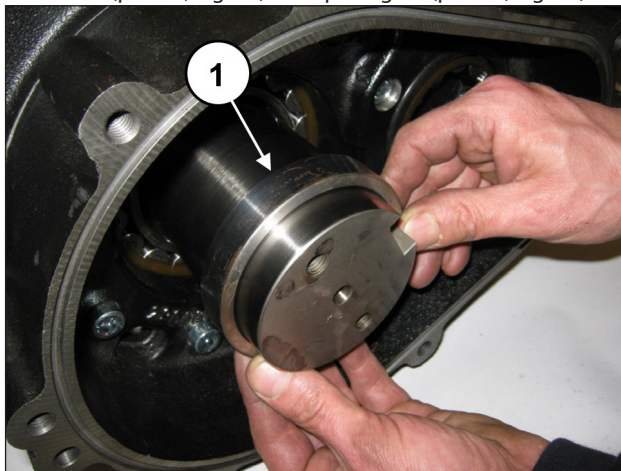
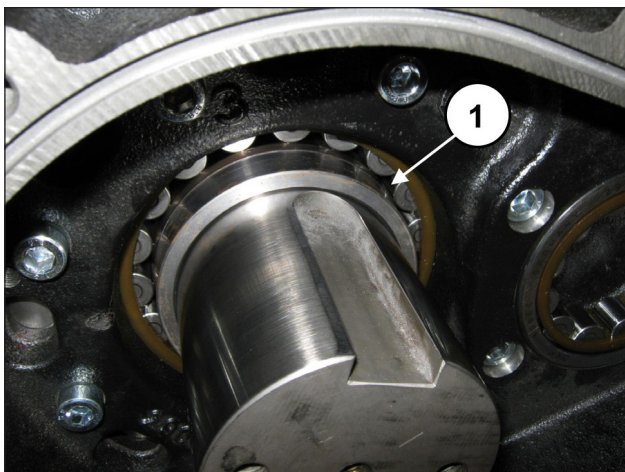

Fig. 72
Fig. 73
Insira o anel de suporte da coroa no suporte do eixo de manivelas (pos. ①, Fig. 72) até a passagem (pos. ①, Fig. 73).